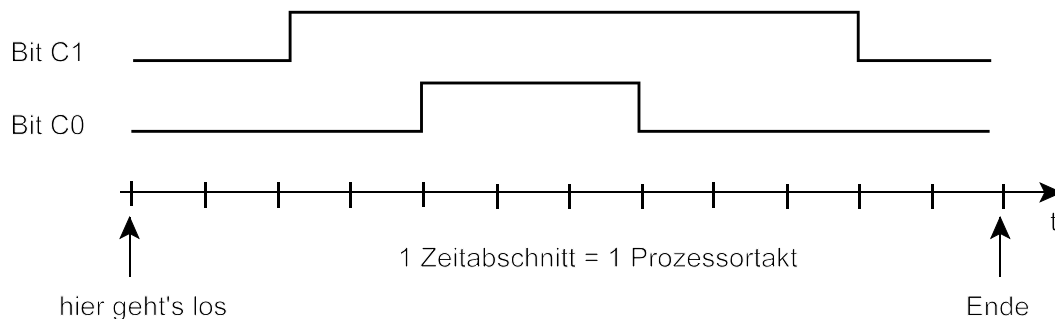

Abb. 2
9. Schreiben Sie einen Programmablauf, der über Port C, Bitpositionen 1 und 0 das in Abb. 2 gezeigte Bitmuster ausgibt.